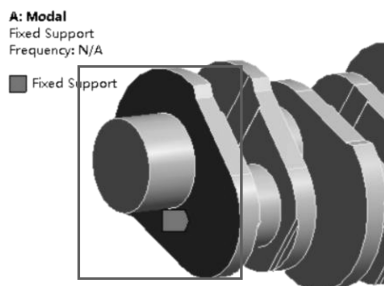
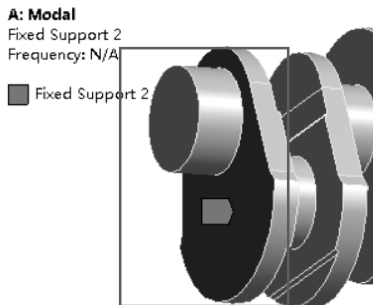

图 4-62 施加约束
图 4-63 施加约束
(1) 在导航树上单击【Modal (A5)】。
(2) 施加约束: 在标准工具栏中单击 , 选择曲轴的一个端面, 在环境工具栏中单击【Supports】→【Fixed Support】, 如图 4-62 所示; 然后选择曲轴的另一个端面, 在环境工具栏中单击【Supports】→【Fixed Support】, 如图 4-63 所示。
(3) 设置模态阶数: 在导航树 Modal 下单击【Analysis Settings】→【Details of “Analysis Settings”】→【Options】→【Max Modes to Find】= 6, 其他默认。